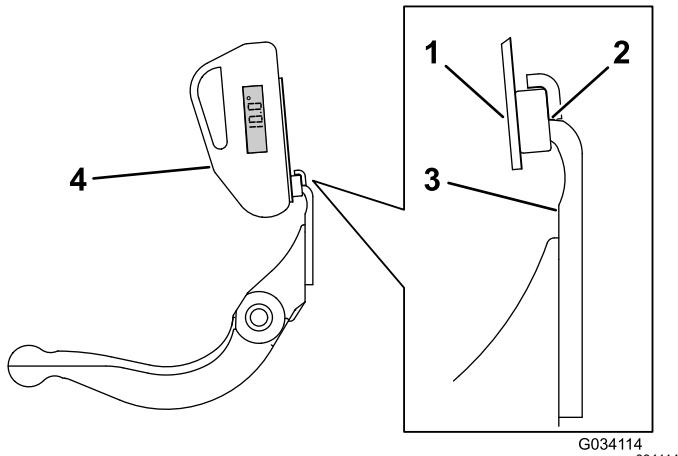

Figure 33
3. Placez le support de l'indicateur d'angle sur le bord de la contre-lame, de manière à adapter le bord de l'aimant au bord de la contre-lame (Figure 33).
4. Placez l'indicateur d'angle sur le support, comme montré à la Figure 33.